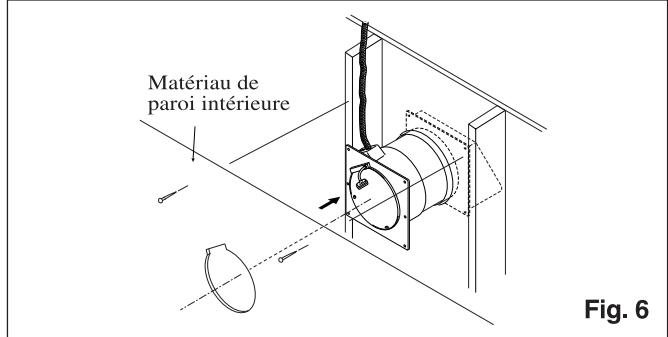

Fig. 6
8. A l'aide du patron joint, tracer l'emplacement et réaliser le trou à la dimension requise dans la paroi intérieure de la cloison (voir Fig. 6).